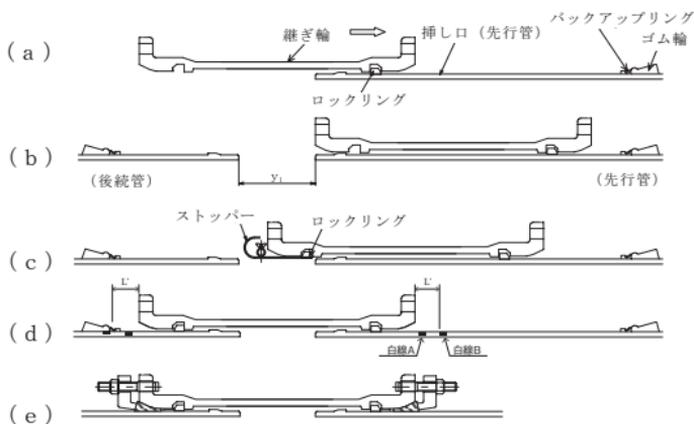
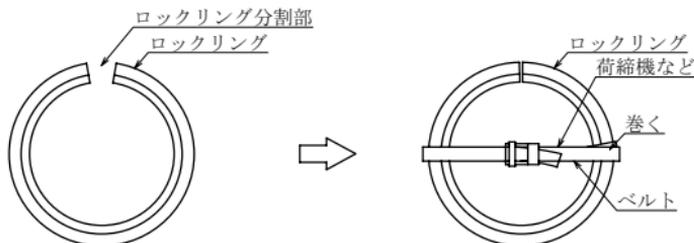

図 42 継ぎ輪の施工手順 (せめ配管の場合)
図 43 ロックリングの絞り方法 (せめ配管の場合)
(2) 先行管の挿し口にゴム輪、バックアップリングをセットする。
(3) 継ぎ輪の後続管側受口のロックリングはセットしない。
(4) 継ぎ輪の先行管側受口のロックリングを拡大し、ストッパをセットした後、継ぎ輪を先行管に預け入れ、ストッパ
- を引き抜く。(図 42 (a) 参照)。
- (5) 継ぎ輪をスライドさせる (図 42 (b))。
- (6) 後続管の挿し口にゴム輪、バックアップリングをセットする。
- (7) 後続管を据え付ける。その際、両挿し口端の間隔を表 9 の y_1 寸法になるように後続管の長さをあらかじめ調整 (切管) する (図 42 (b))。
- (8) 図 42 (c) の位置に継ぎ輪をスライドさせ、継ぎ輪の後続管側受口にロックリングをセットする。このとき、ロックリングは、荷締機などで絞ると受口内に入れ易い (図 43)。
- (9) 継ぎ輪の後続管側受口のロックリングを拡大し、ストoppaをセットした後、継ぎ輪を後続管に預け入れ、ストoppaを引き抜く。(図 42 (d))。
- (10) 押輪、ゴム輪、バックアップリング、ボルト・ナットを直管受口と同じ要領で接合する (図 42 (e))。